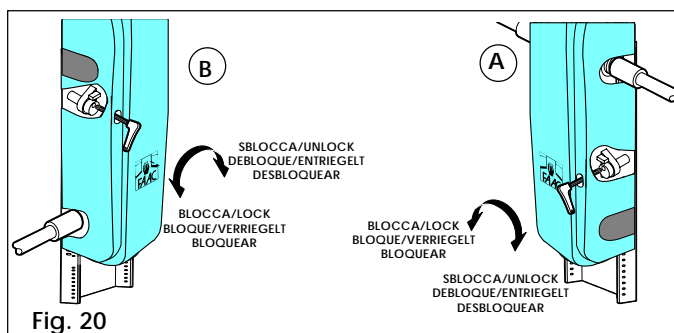

Fig. 20
**- Desde el interior (Fig. 20)**